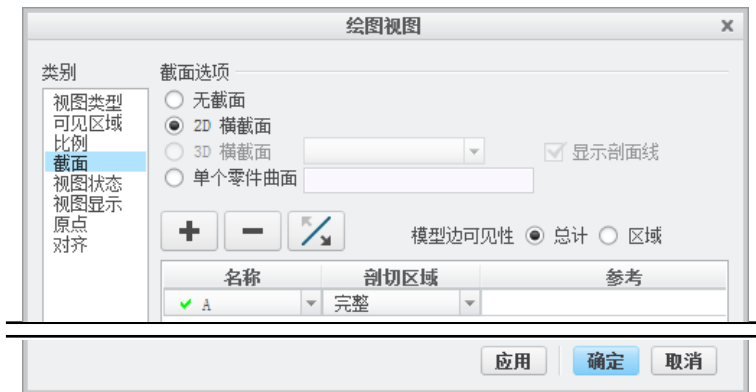

图 3.12.23 “绘图视图”对话框（二）
(1) 在功能选项卡区域的 **视图** 选项卡中选中  下面的 **2 EX03\_03.DRW:1** 单选项，将窗口切换到 EX03\_03.DRW 窗口。
(2) 双击主视图，系统弹出“绘图视图”对话框。
(3) 在 **类别** 区域中选取 **截面** 选项，在 **截面选项** 区域中选中 **2D 横截面** 单选项；将 **模型边可见性** 设置为 **总计**；然后单击 **+** 按钮，在 **名称** 下拉列表选取剖截面 **A** 选项（A 剖截面在零件模型环境中已创建），在 **剖切区域** 下拉列表选取 **完整** 选项，此时“绘图视图”对话框（二）如图 3.12.23 所示，单击 **确定** 按钮，关闭对话框，主视图的全剖视图如图 3.12.24 所示。